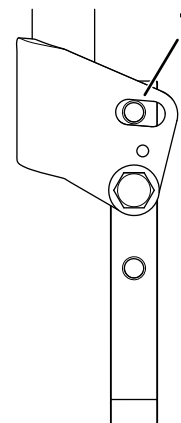

Figure 5
1. Avancez ou reculez le levier à la position voulue dans le trou allongé (Figure 5).